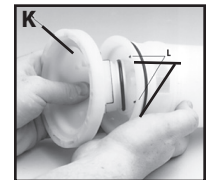

Figure 8
9. Lors du réassemblage du corps de la pompe au cylindre de pression, assurez-vous que la languette carrée sur le corps de la pompe (K) est alignée avec l'encoche (Voir les flèches (L) sur le cylindre de pression de la figure 8). Assurez-vous de ne pas accrocher ou entailler le joint torique. Remarque: Graissez les joints toriques avant de les réassembler. Vissez l'assemblage de la soupape dans le cylindre.